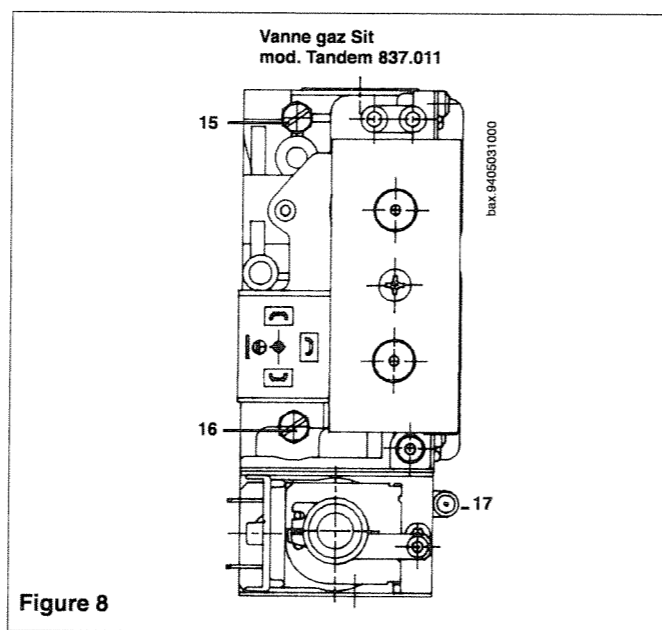

Figure 8
Pour utiliser ce composant, il est nécessaire de glisser, entre la carte de modulation (connecteur M13, figure 8) et le bornier du télécontrôle (bornes 4 et 5, figure 7), une carte interface fournie elle aussi en tant qu'accessoire. Le raccordement électrique à la chaudière est réalisé en utilisant deux conducteurs présentant une section minimale de 0,5 mm² et une longueur
- * s'assurer que la pression dynamique d'alimentation de la chaudière, mesurée au niveau de la prise de pression (16) de la vanne gaz (figure 8 de la page 12) soit correcte.